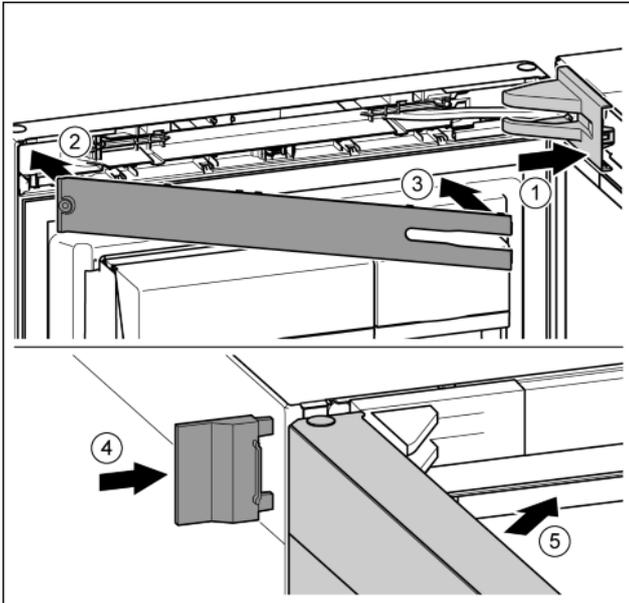

Fig. 43
- ▶ Poser et enclencher le cache du support de palier, l'introduire en appuyant délicatement. Fig. 43 (1)
- ▶ Poser le cache. Fig. 43 (2)
- ▶ Incliner le cache et l'enclencher. Fig. 43 (3)
- ▶ Enfiler le cache extérieur. Fig. 43 (4)
- ▶ Fermer la porte supérieure. Fig. 43 (5)